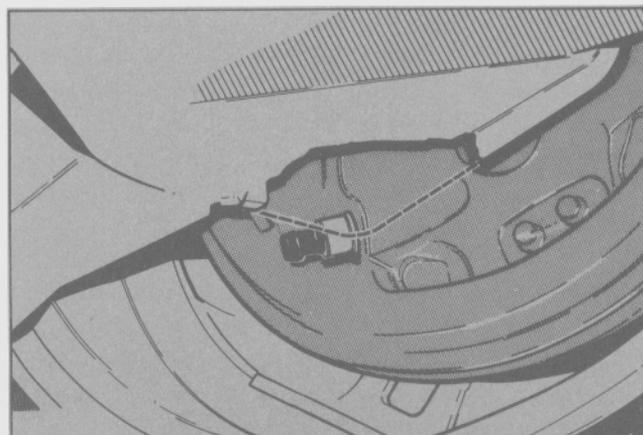

Fig. 29 - Émbolos de tope del freno de estacionamiento.
- Girar el regulador hasta que los émbolos de la placa portafrenos empiecen a girar libremente y permitan un movimiento total de 0,5 a 1 mm (Fig. 29).